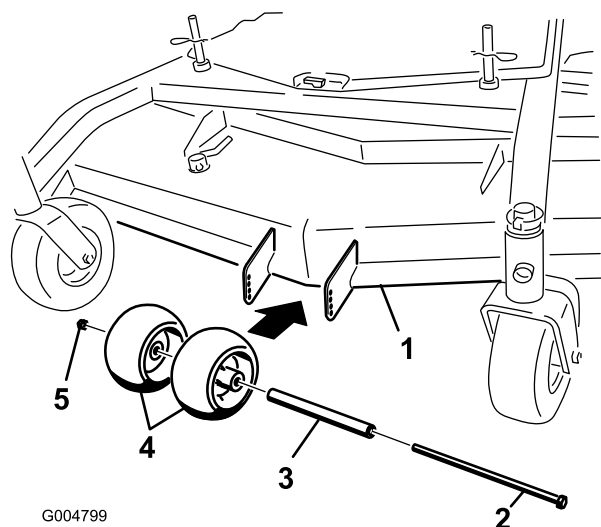
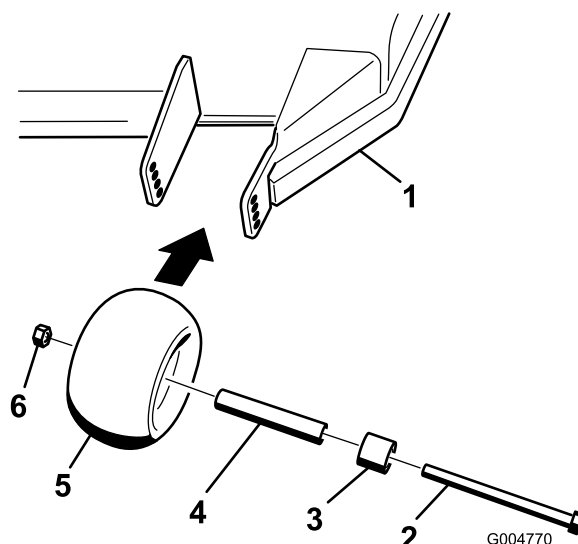
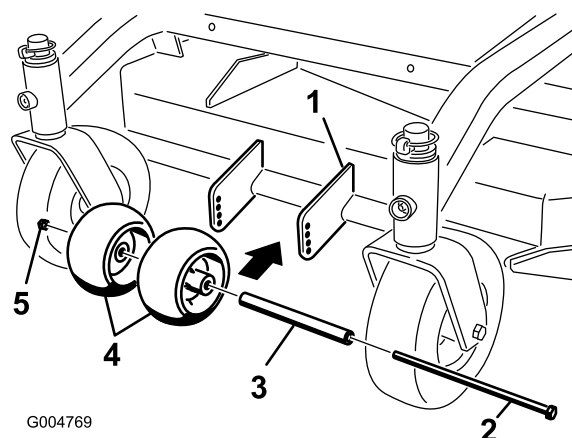

Figure 14
Figure 15
Figure 16
1. Après avoir réglé la hauteur de coupe, vérifiez que les galets anti-scalp procurent une garde au sol minimale de 10 mm (3/8 po) (Figure 14, Figure 15, Figure 16).
2. Si un réglage est nécessaire, retirez le boulon, les rondelles et l'écrou (Figure 14, Figure 15, Figure 16).
3. Choisissez le trou requis pour que les galets anti-scalp soient à 10 mm (3/8 po) ou plus du sol (Figure 14, Figure 15, Figure 16).
4. Remettez le boulon et l'écrou (Figure 14, Figure 15, Figure 16).